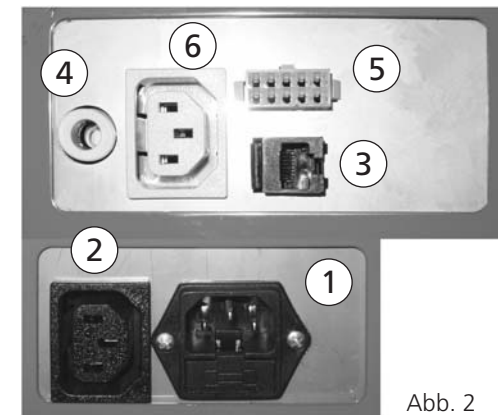

Abb. 2
1. Verbinden Sie den Brenneingang für den Temperaturfühler (3 auf Abb. 2) und den Modularanschluss "IN" an der Karte (1) mithilfe des Modulkabels (2223).
2. Verbinden Sie den Temperaturfühler (1454), der in einem Tauchrohr oder oben am Kesselkörper angebracht ist, mit dem Modularanschluss "Temp" (2) an der Karte.
3. Das Bedienfeld wird mit dem Anschluss "Com 1" (7) oder "Com 2" (6) verbunden und mithilfe der Wandbefestigung separat an einer beliebigen Stelle montiert.
4. Wenn im Brennermenü "Acc tank" aktiviert ist, muss ein Temperaturfühler (1454), der an der Oberseite des Speichertanks montiert ist, mit dem Modularanschluss "Temp 1" (2) an der Karte verbunden werden. Außerdem ist ein Temperaturfühler (1454), der an der Unterseite des Speichertanks montiert ist, mit dem Modularanschluss "Temp 2" (3) an der Karte zu verbinden.
5. Um den Brenner über einen externen Thermostat/Schalter zu steuern, müssen dessen potenzialfreie Anschlüsse die Steckbrücke (5) an den Anschlussklemmen "Temp 1 input" (A) und "Temp 1 return" (B) ersetzen. Bei einer Unterbrechung dieses Kreises führt der Brenner eine Löschung durch und wartet, bis der Kreis geschlossen wird sowie die Kesseltemperatur die eingestellte Starttemperatur (Oberseite) unterschreitet.